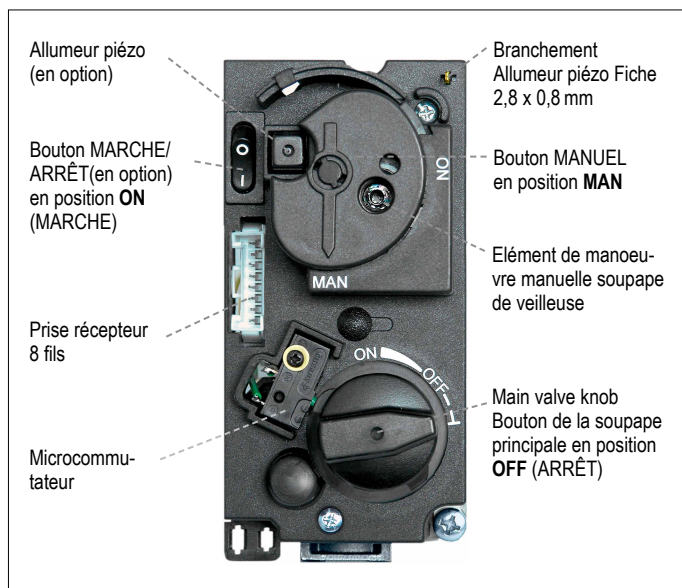

Figure 26: Bloc gaz GV60, chapeau
5. Attendre cinq (5) minutes pour débrancher le gaz. Vérifier qu'il n'y a pas de gaz dans la zone autour de l'installation, y compris au niveau du sol. **Si vous détectez du gaz, ARRÊTEZ l'installation ! Observer la rubrique « QUE FAIRE EN CAS D'ODEUR DE GAZ ? » aux IMPORTANT INSTRUCTIONS DE SÉCURITÉ à la page 56.** Si aucun gaz n'est présent, passer à l'étape 6.
8. Enfoncer complètement l'élément de manoeuvre manuelle de la soupape de veilleuse en le gardant enfoncé pour démarrer le flux du gaz de la veilleuse (voir figure 26).
Remplacer le câble d'allumage du récepteur vers la soupape (voir figure 26). Appuyer sur l'allumeur piézo pour allumer. Si la veilleuse ne reste pas allumée, attendre cinq (5) minutes et répéter l'opération.